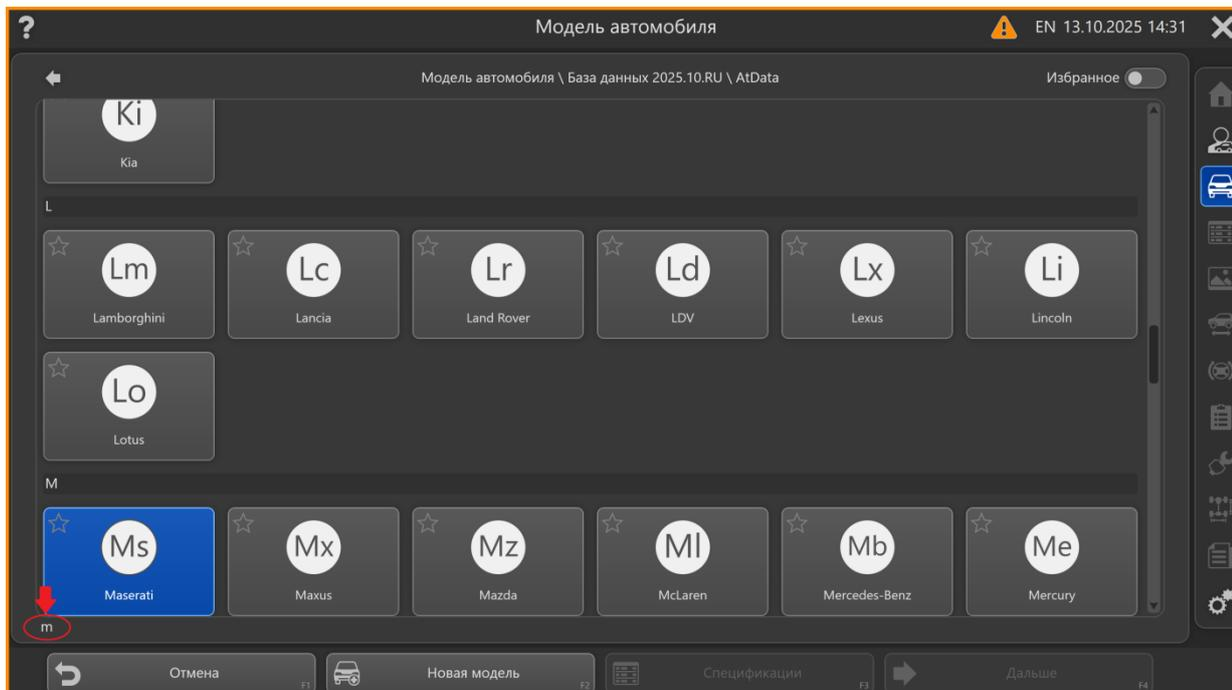

Рисунок 7.15 - Окно поиска модели автомобиля
- Навигация по алфавиту: В разделе «База данных» на любом этапе работы со структурой (выбор марки, модели и т.д.) предусмотрена навигация по алфавиту. При вводе первой буквы система мгновенно подсвечивает и переходит к соответствующему элементу (рис.7.15).